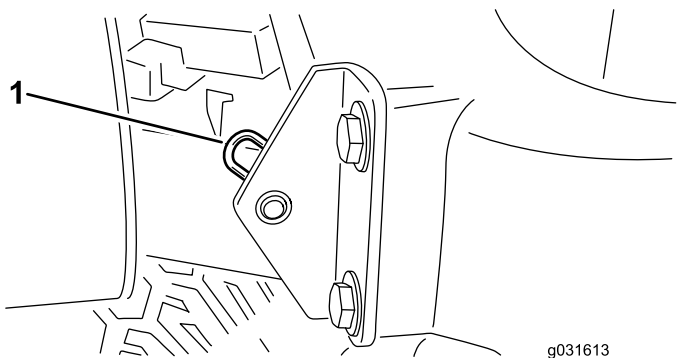

Bild 55
2. Entfernen Sie den Splint, mit dem das Gelenk der Motorhaube an den Befestigungshalterungen befestigt ist (Bild 55).